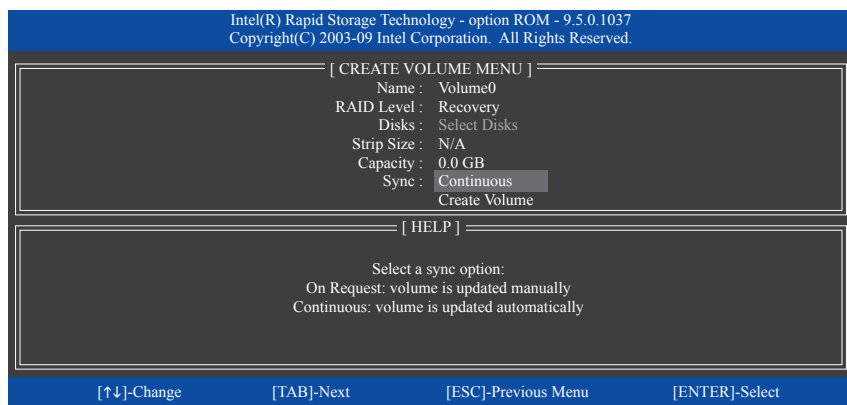

図11
**Sync (同期)** の下で、**Continuous (連続)** または **On Request (要求に応じて)** を選択します (図11)。**Continuous (連続)** に設定されているとき、両方のハードドライブがシステムに取り付けられていれば、マスタドライブのデータを変更するとその変更はリカバリドライブに自動的かつ連続してコピーされます。**On Request (要求に応じて)** では、オペレーティングシステムの Intel Rapid Storage Technology 機能を使用してマスタドライブからリカバリドライブに手動でデータを更新できます。**On Request (要求に応じて)** では、マスタドライブを以前の状態に復元することもできます。